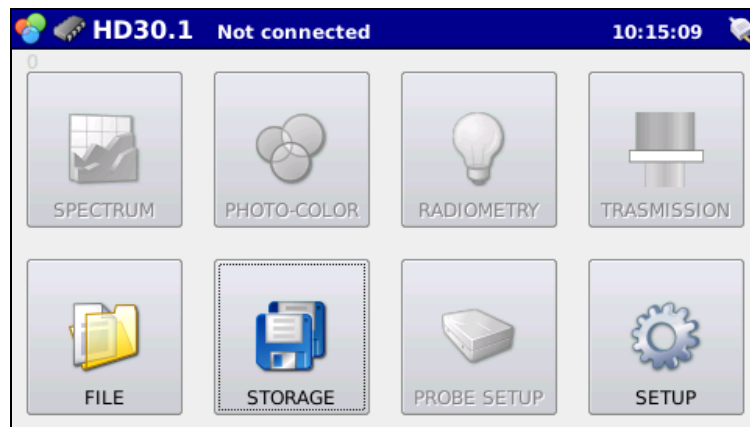

Figura 4.1: I tasti STORAGE e FILE permettono il controllo e la gestione delle misure.
Attraverso i tasti  e  nella schermata principale (figura 4.1) si gestiscono/visualizzano le misure acquisite.
4.4 Premendo il tasto  si torna alla schermata iniziale (Figura 4.1).
4.5 Per visualizzare le misure memorizzate premere il tasto  della schermata iniziale (figura 4.1). Premuto il tasto, si ha accesso al pannello di figura 4.11.